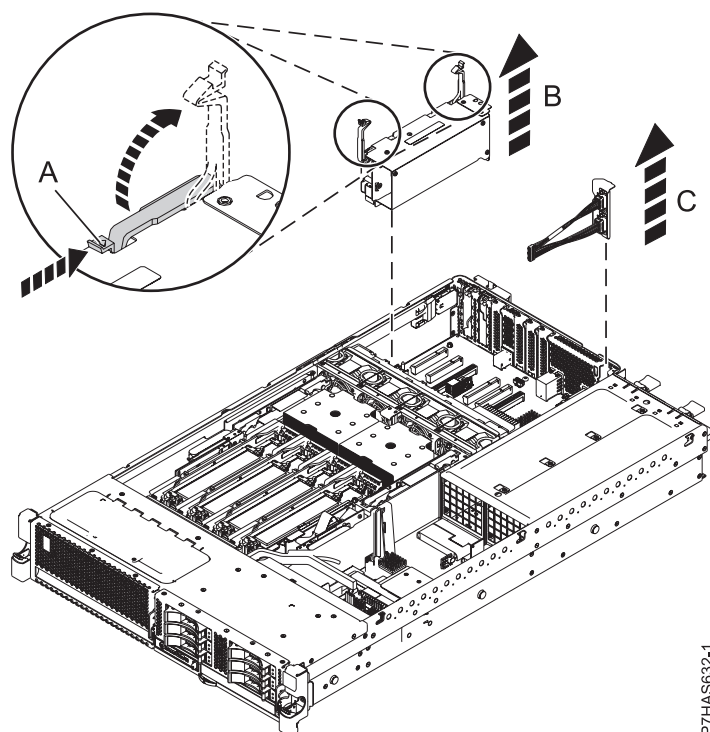

Figure 6. Retrait de l'adaptateur GX (code dispositif EJ0G) d'un système
13. Une fois le système en position de maintenance, déverrouillez les loquets **(A)** situés sur l'adaptateur GX ++ (code dispositif EJ0G), comme illustré dans la figure 6, à la page 9.
14. Tirez simultanément sur les taquets (A) afin de les placer en position ouverte, saisissez l'adaptateur (B) par les taquets, puis soulevez l'adaptateur afin de l'extraire de l'emplacement GX 2 (P1-C8) du système.
- Saisissez avec précaution l'assemblage de câble SPCN 2 ports FC EJ0G (C) par la partie supérieure du taquet de la contre-poupée, puis retirez-le de l'emplacement GX 1 (P1-C1), comme illustré dans la figure 6.